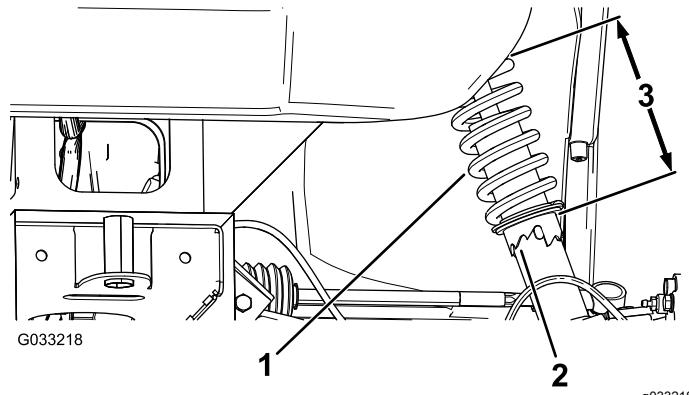

図 46
1. 特殊工具 TORO 132-5069 を使って、ショックアブソーバのカラーを回転させてスプリングの長さを変更する 図 46。